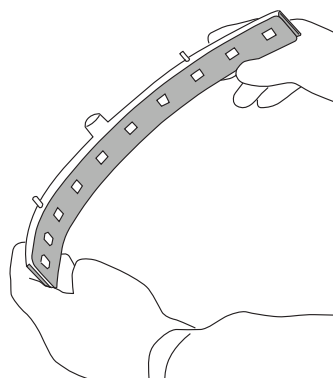

Fig.44
- Entfernen Sie die Sauglippe (Abb. 44).